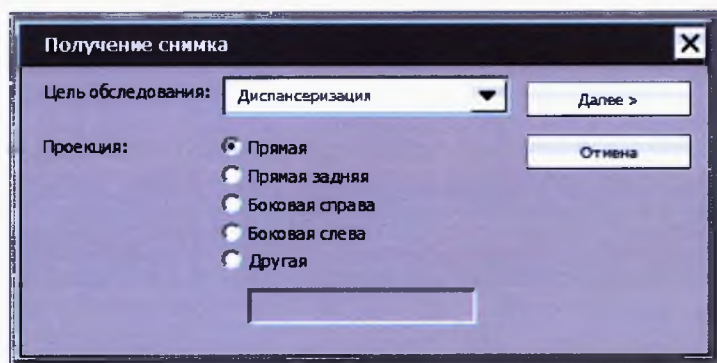

Рисунок 5 - Диалог получения снимка
4.7 Управление флюорографом осуществляется с АРМ1, выполняющего роль пульта управления флюорографа (см. рис.5). Программное обеспечение, установленное на персональный компьютер (ПК), представляет собой комплекс программных модулей (ПМ).
Появится диалог «Получение снимка», где необходимо выбрать цель обследования и проекцию снимка (см.рис.5).